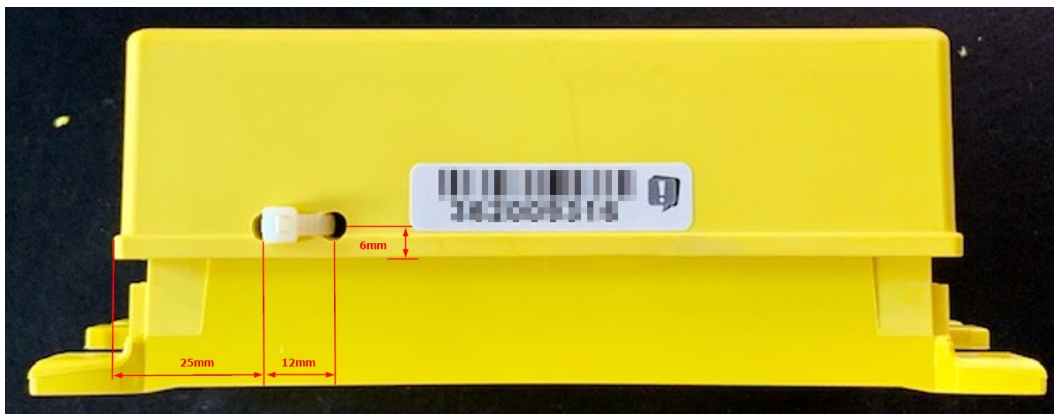

Abbildung 5: Absturzsicherung mit Kabelbinder
- Erstes Loch (linkes Loch gemäß Abbildung 5: Absturzsicherung mit Kabelbinder) 25mm vom linken Rand (am Falz gemessen) und 6mm von der Falzkante.
- Zweites Loch (rechtes Loch gemäß Abbildung 5: Absturzsicherung mit Kabelbinder) 37mm vom linken Rand (am Falz gemessen) und 6mm von der Falzkante.